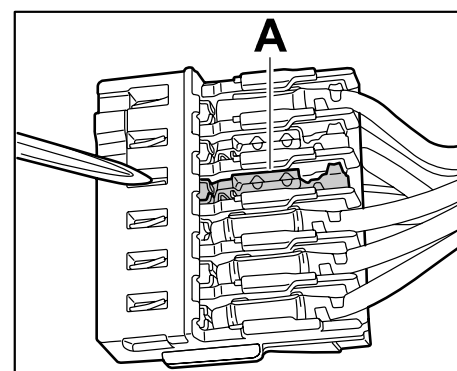

Bild 13
3.5.3 Prüfen, ob im Stecker "C"  $\Rightarrow$  Bild 13 Schneidcrimps  $\Rightarrow$  Bild 13 -A- verbaut sind.
– Schneidcrimp der "KL.4"  $\Rightarrow$  Bild 13 -A- entriegeln und ausbauen;
3.6 Schneidcrimp oder Micro-Quadlock der Leitung RD; 0,752 in den Steckerträger "C; KL.4" einsetzen  $\Rightarrow$  Bild 13 -A-.